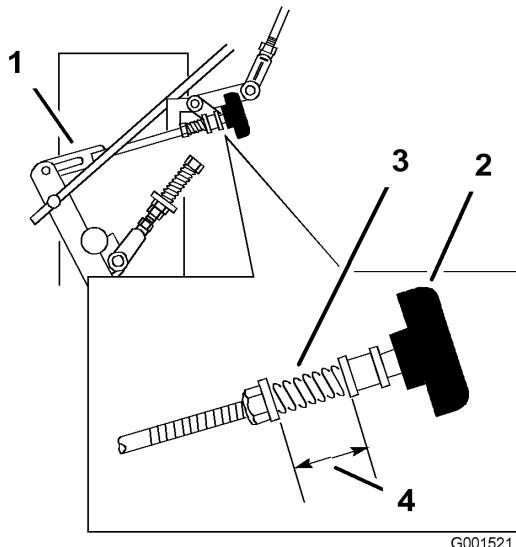

Figure 40
3. Réglez la timonerie droite en tournant le bouton Quick-Track dans le sens anti-horaire jusqu'à ce que la roue commence à tourner en avant (Figure 40).
4. Tournez le bouton dans le sens horaire 1/4 de tour à la fois. Déplacez ensuite le levier de changement de vitesse en avant et ramenez-le au point mort. Répétez cette opération jusqu'à ce que la roue droite arrête de tourner en avant (Figure 40).
6. Le ressort qui maintient la tension sur le bouton n'a normalement pas besoin d'être réglé. Toutefois, si un réglage est nécessaire, réglez la longueur du ressort à 26 mm (1") entre les rondelles (Figure 40).
7. Réglez la longueur du ressort en tournant l'écrou situé à l'avant du ressort (Figure 40).